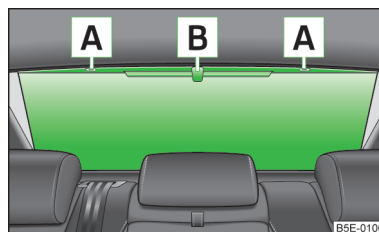

Fig. 37
- » Prindeți mânerul **B** » fig. 37.